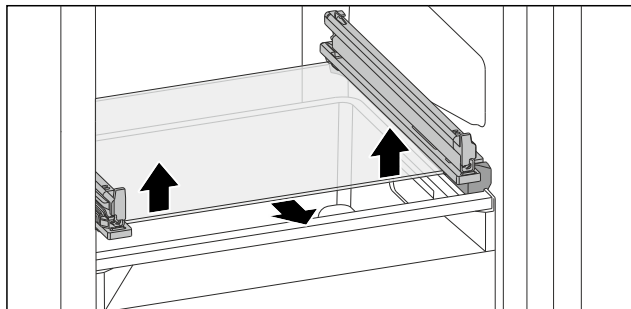

Fig. 120 Стекла́нная пластина откидного выдвижного ящика
- ▶ Нажмите на стеклянную пластину снизу вверх с обеих сторон. (см. Fig. 120)